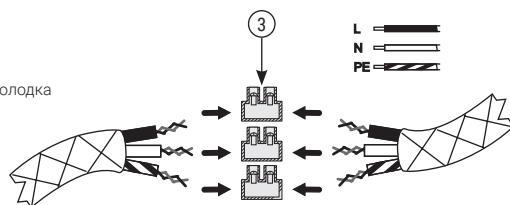

Рис.4
4.13. Соединить провода ЭПС с проводом из стены с помощью клеммных колодок (входят в комплект поставки) и скрутить их (рис. 4).